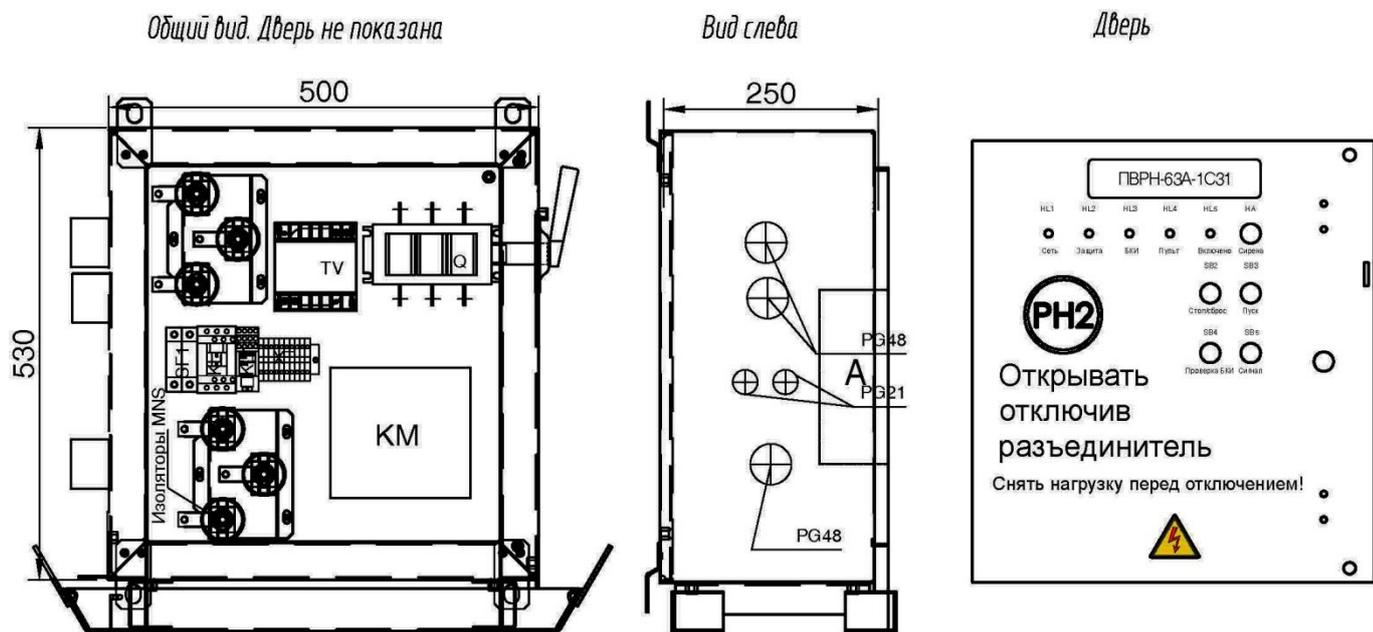

Рисунок 2 Общий вид ПВРН с габаритными размерами
2.3 Общий вид ПВРН и габаритные размеры представлен на Рис.2.